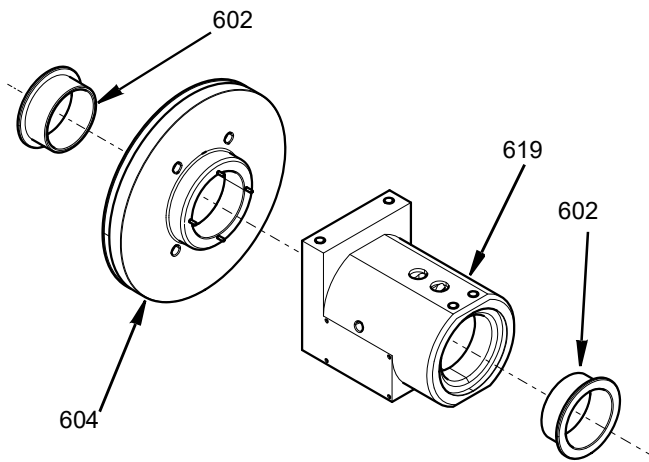

図 21
1. 潤滑剤をすべてのガスケットとOリングに塗ってから、スイベルハウジングの内部部品に取り付けます。フランジベアリング (602) をスイベルハウジング (619) とベアリングハウジング (604) に挿入します。以下を参照してください：図 21 を参照ください。